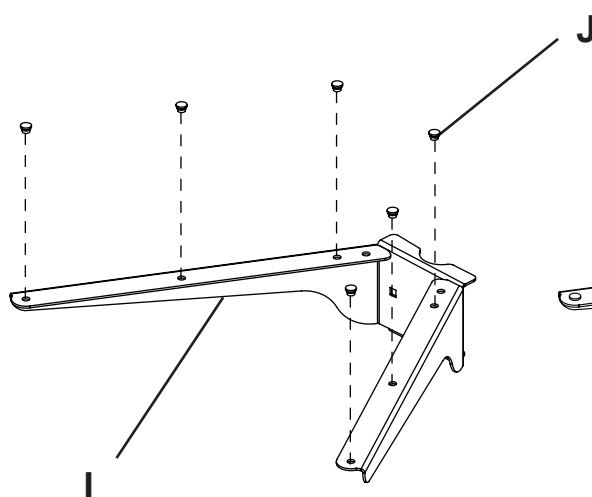

Figure 2.2
Enfoncez six embouts de protection (J) dans le support pour étagère (I) comme illustré à la figure 2.2.